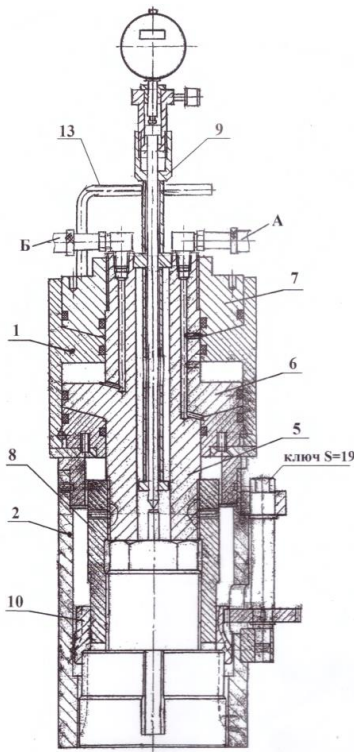

Рисунок 2
4.1.1 Силовой блок рис. 2 представляет собой сдвоенный гидроцилиндр, внутри которого размещен полый шток 5 с поршнями 6 и 7, в нижней части которого закреплена втулка 8, соединяющая шток с верхним концом шпильки.